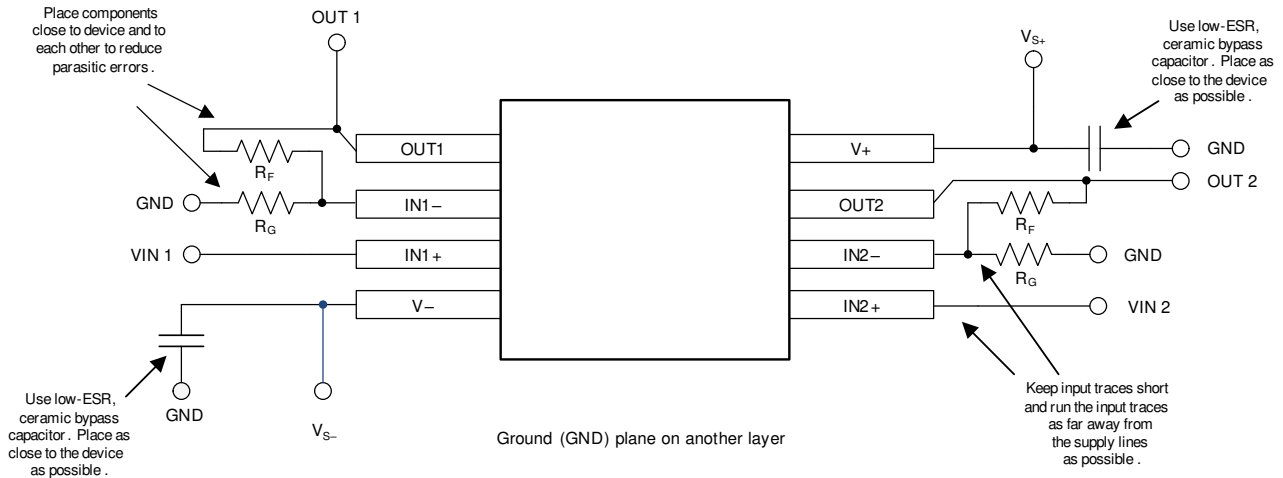

図 10-10. レイアウト例
- 外付け部品は、可能な限りデバイスに近く配置します。図 10-10 に示すように、RF と RG を反転入力の近くに配置すると、反転入力の寄生容量が最小化されます。